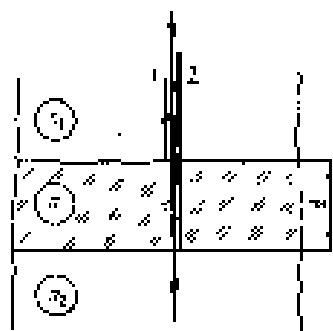

Рис. 30.8
9. Плоскопараллельная стеклянная пластинка толщиной $d=1,2$ мкм и показателем преломления $n=1,5$ помещена между двумя средами с показателями преломления n_1 и n_2 (рис. 30.8). Свет с длиной волны $\lambda=0,6$ мкм падает нормально на пластинку. Определить оптическую